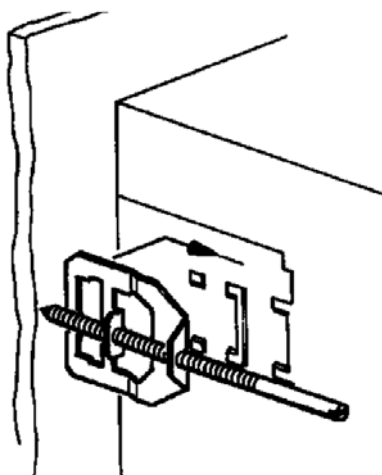

Рис. 2.2
- Установите прибор в подготовленное отверстие. Затем установите монтажные клипсы, входящие в комплект, на соответствующие места на корпусе, стараясь не повредить монтажные клипсы (рис. 2.2). С небольшим усилием закрепите монтажные клипсы на корпусе прибора.